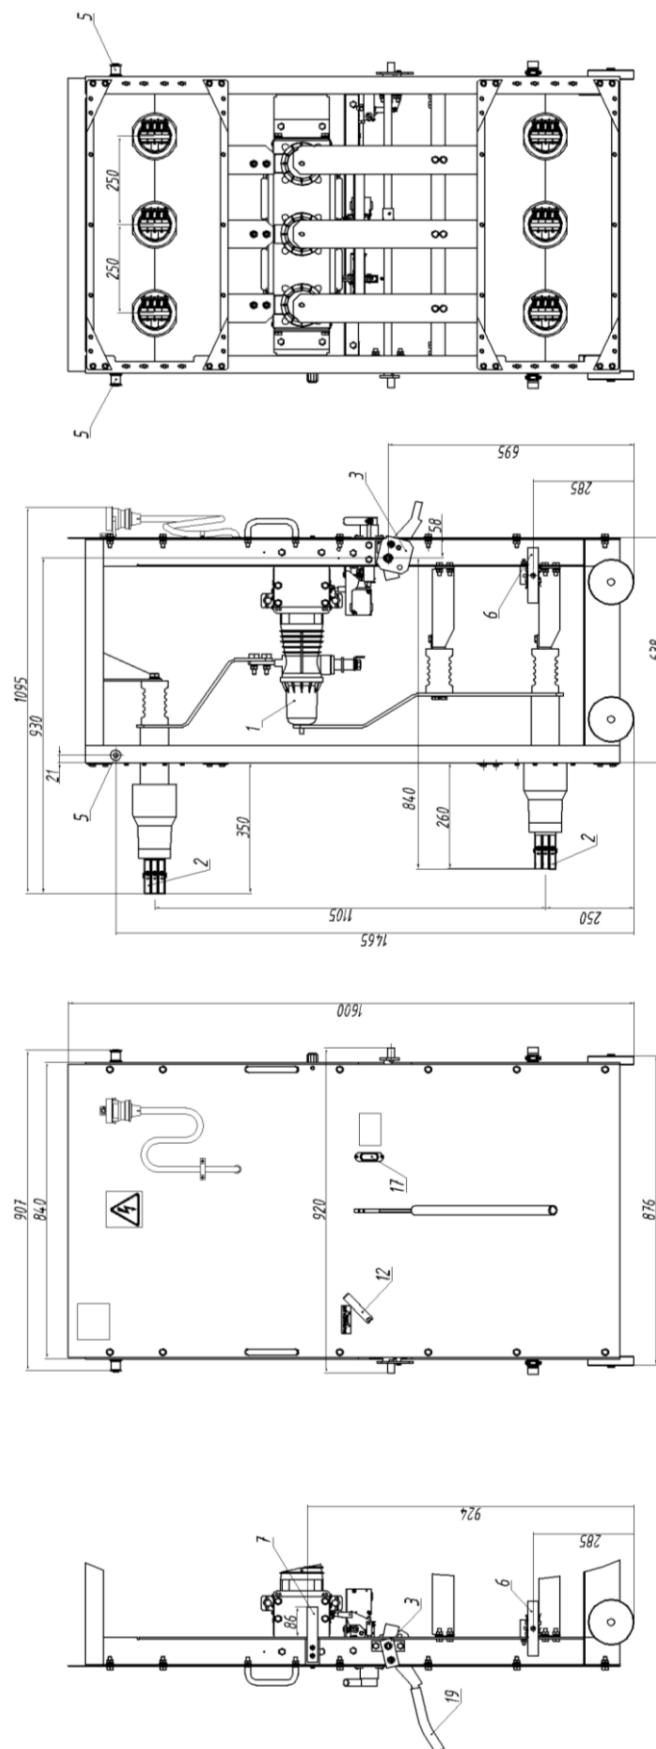
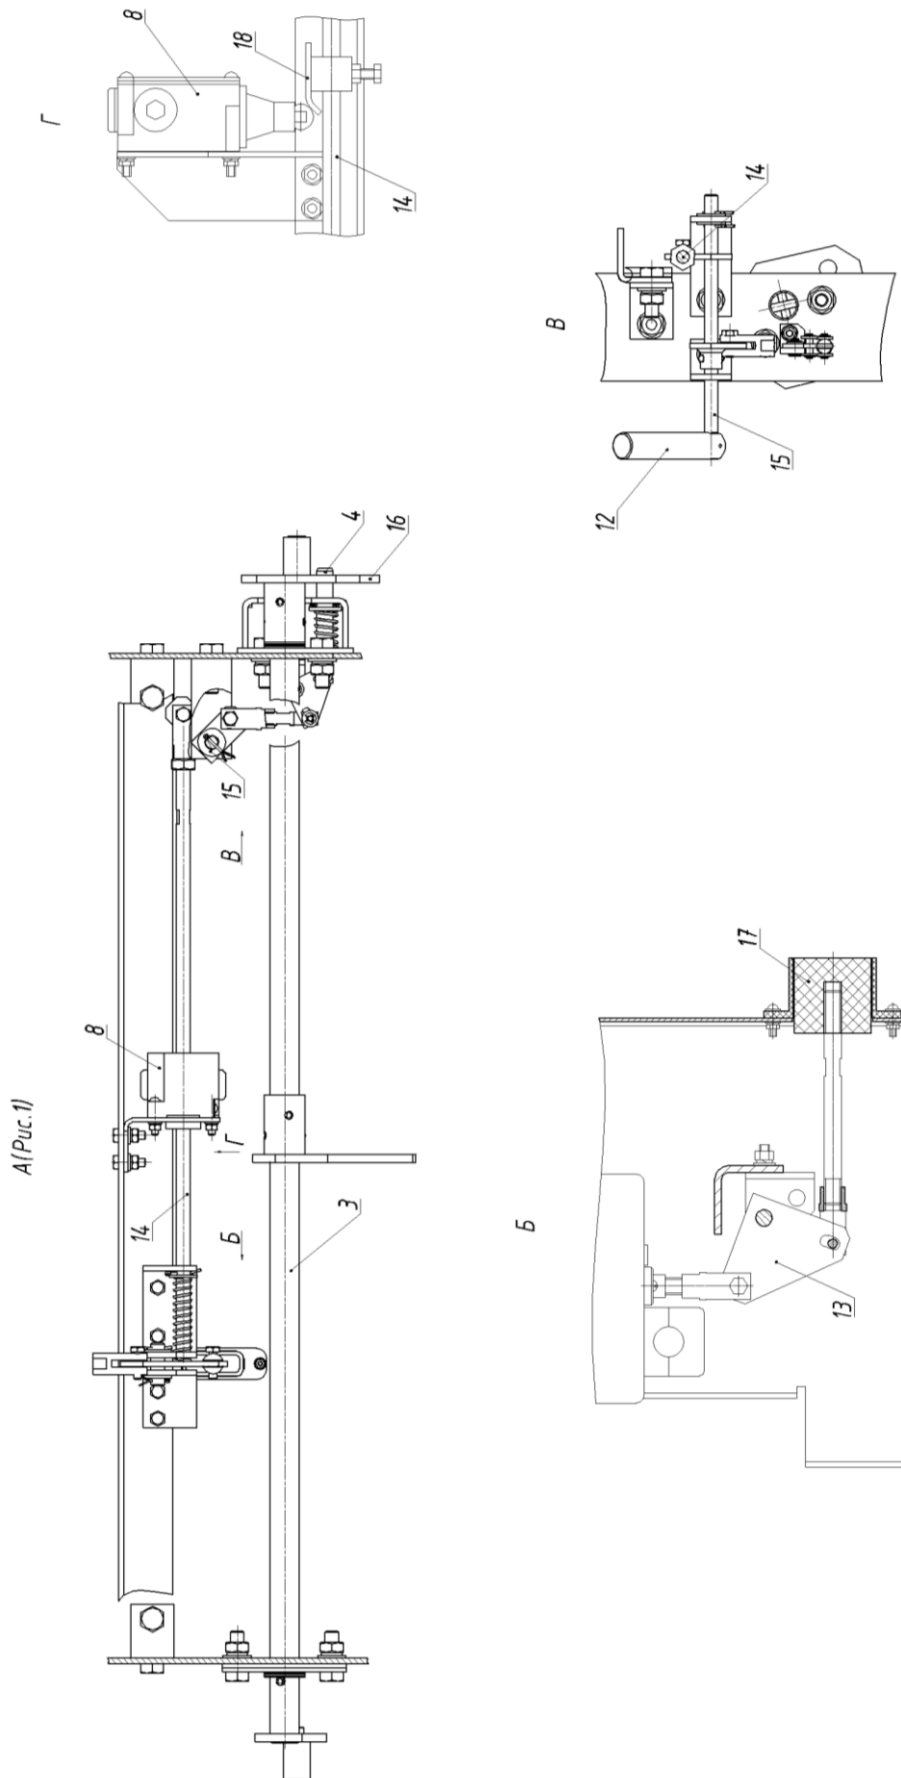

Рисунок 1
Рисунок 2
ВЭ (рис.1) представляет собой сборную конструкцию, отдельные детали и узлы которой крепятся между собой болтовыми соединениями, на которую установлен вакуумный выключатель ВВ/TEL-10-20(12,5)/1000-У2-46 поз.1 с элементами главных цепей 2. На ВЭ установлен привод перемещения из контрольного положения в рабочее 3 (см. рис.1), узел стопора 4 (рис.2), ролики для взаимодействия со шторочным механизмом шкафа 5 (см. рис.1), контакты заземления выкатного элемента 6 и швеллер 7, обеспечивающий блокировку от вкатывания при включенном заземляющем разъединителе. Для обеспечения электрической блокировки установлен выключатель путевой ВП 2111 поз.8 (см. рис.2).
Блокировка не дает перемещать ВЭ из одного положения в другое при включенном вакуумном выключателе, размыкает цепь включения выключателя и обеспечивает механическую блокировку включения выключателя во время перемещения ВЭ. Реализуется это следующим образом, для вкатывания ВЭ в шкаф КРУ необходимо повернуть ручку 12 (см.рис.1), чтобы убрать стопор, препятствующий этому. Если выключатель включен повернуть ручку нельзя, поскольку пластина 13 (см.рис.2) передающая движение с кнопки ручного отключения на выключатель и обратно, будет перекрывать движение тяге 14, жестко связанной с осью 15 на которой крепится ручка. Чтобы убрать препятствие на пути тяги надо выключить выключатель. Когда ВЭ находится в положении меж-
-ду рабочим и контрольным стопор 4 не может вернуться в исходное положение, поскольку упирается в планку 16 (см. рис.2) привода перемещения из контрольного положения в рабочее, тяга 14 в этом положении перекрывает путь пластине 13 и не дает включить выключатель. Стопор 4 занимает исходное положение только в рабочем или контрольном положении ВЭ в шкафу КРУ, входя в специальное отверстие в планке 16 (см. рис.2).
На лицевой стороне ВЭ, на фасадном листе нанесен предупреждающий знак «Осторожно! Электрическое напряжение». Рядом с кнопкой ручного отключения 17 (см. рис. 1) находится табличка указателя положения выключателя. Рядом с ручкой стопора 12 (см. рис. 1) находится табличка с указанием действий по расфиксации ВЭ.
✓ повернуть ручку стопора 12 (см.рис.1), при этом тяга 14 (см.рис.2), жестко связанная с осью 15 на которой крепится ручка, перекроет путь пластине 13, передающей движение с кнопки ручного отключения на выключатель и обратно (это механическая блокировка от включения вакуумного выключателя), упор 18, закрепленный на тяге 14, надавит на выключатель путевой ВП 2111, который разомкнет цепь включения вакуумного выключателя (электрическая блокировка);
✓ осуществить перемещение ВЭ, для перемещения из контрольного положения в рабочее и обратно использовать съемный рычаг 19 (см. рис. 1 и 5), надеваемый на привод 3.